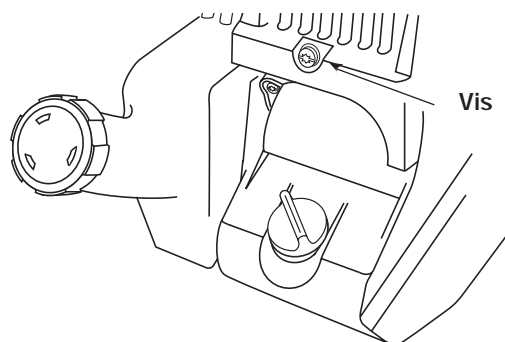

Fig. 29
3. Enlevez la vis derrière le couvercle du moteur (Fig. 29).